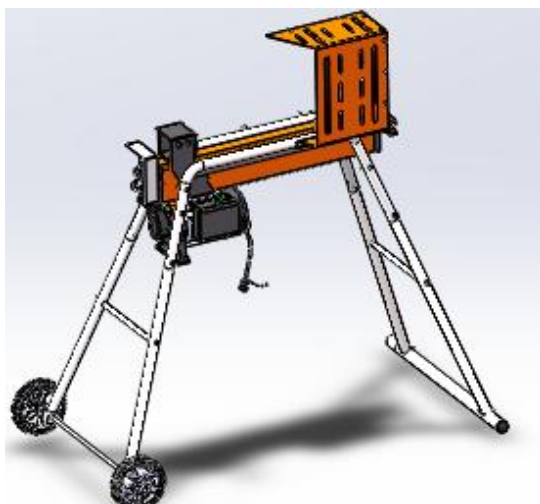

fig.6
1. Avec une clé Allen, passer les deux vis M8x16 dans deux rondelles M8 et le trou de montage de la plaque de support gauche, puis serrer les vis correspondant aux pieds (fig. 6).
2. Dévisser le bouchon de vidange (14) (fig. 6) avec la jauge et l'enlever.